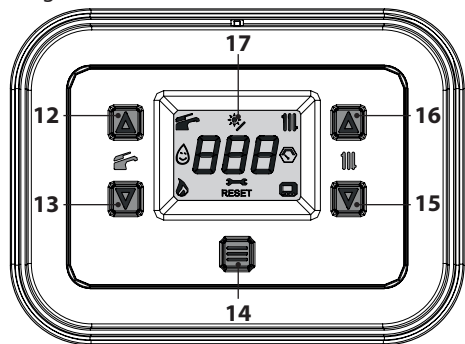

Figura 2.5
- Tenere premuto per 1 secondo il tasto 14 fino a far apparire sul display il simbolo  Figura 2.5.
La temperatura dell'acqua calda di mandata riscaldamento è regolabile agendo sui tasti 15 (diminuzione) e 16 (aumento) (Figura 2.5) da un minimo di circa 25°C ad un massimo di circa 80°C. Alla prima pressione di uno dei due tasti si ha la visualizzazione del valore di "set",
Comunque se la temperatura ambiente non dovesse essere confortevole si può aumentare o diminuire la temperatura di mandata dell'impianto riscaldamento di $\pm 15^{\circ}\text{C}$ agendo sui tasti 15 (diminuzione) e 16 (aumento) (Figura 2.5).
La temperatura dell'acqua calda sanitaria è regolabile agendo sui tasti 12 (aumento) e 13 (diminuzione) (Figura 2.5) da un minimo di circa 35°C ad un massimo di circa 60°C . Alla prima pressione di uno dei due tasti si ha la visualizzazione del valore di "set", alla seconda pressione si accede alla modifica.